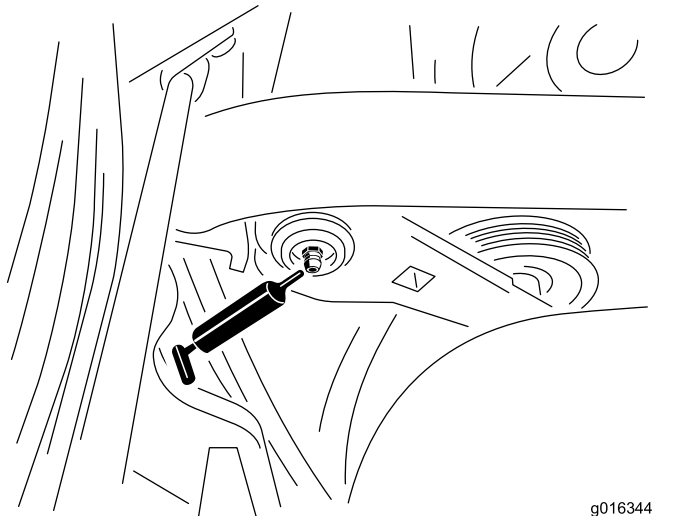

图30
1. 擦干净黄油嘴这样就不会导致异物进入轴承或轴套中图30。